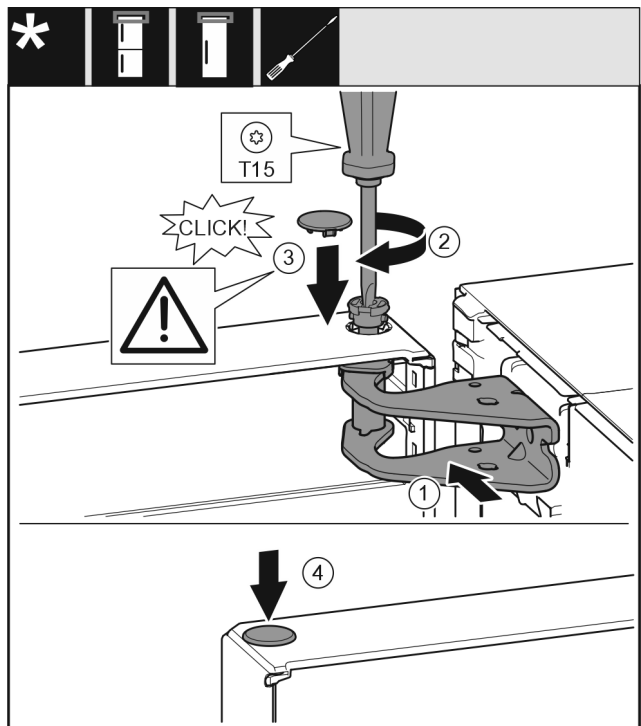

Fig. 20
- Rikta in dörren upptill så att den passar öppningen i lagerboken. Fig. 20 (1)
- Sätt in stiftet Fig. 20 (2) och skruva fast med skruvmejseln.
- Montera säkringsskyddet Fig. 20 (3) som säkrar dörren: Sätt in säkringsskyddet och kontrollera att det ligger på dörren. Sätt annars in stiftet helt.
- Sätt in pluggen Fig. 20 (4).